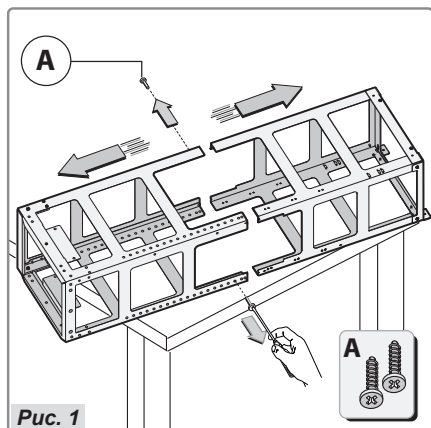

Рис. 1
– Распакуйте раму и удалите два винта А, чтобы разделить верхнюю и нижнюю части прибора (рис. 1).